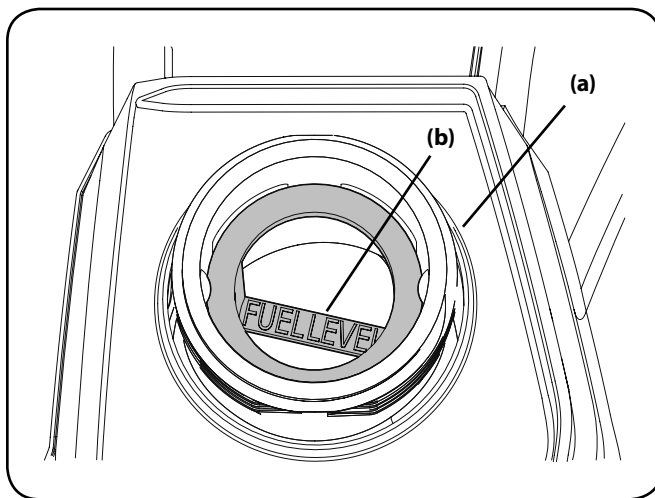

Figura 3-3
2. No llene demasiado el tanque de combustible. Llene el tanque (a) completo indicado por el indicador (b) de nivel de combustible instalado en el interior del depósito de combustible. No más de relleno para dejar espacio para la expansión del combustible. Vea la Figura 3-3.